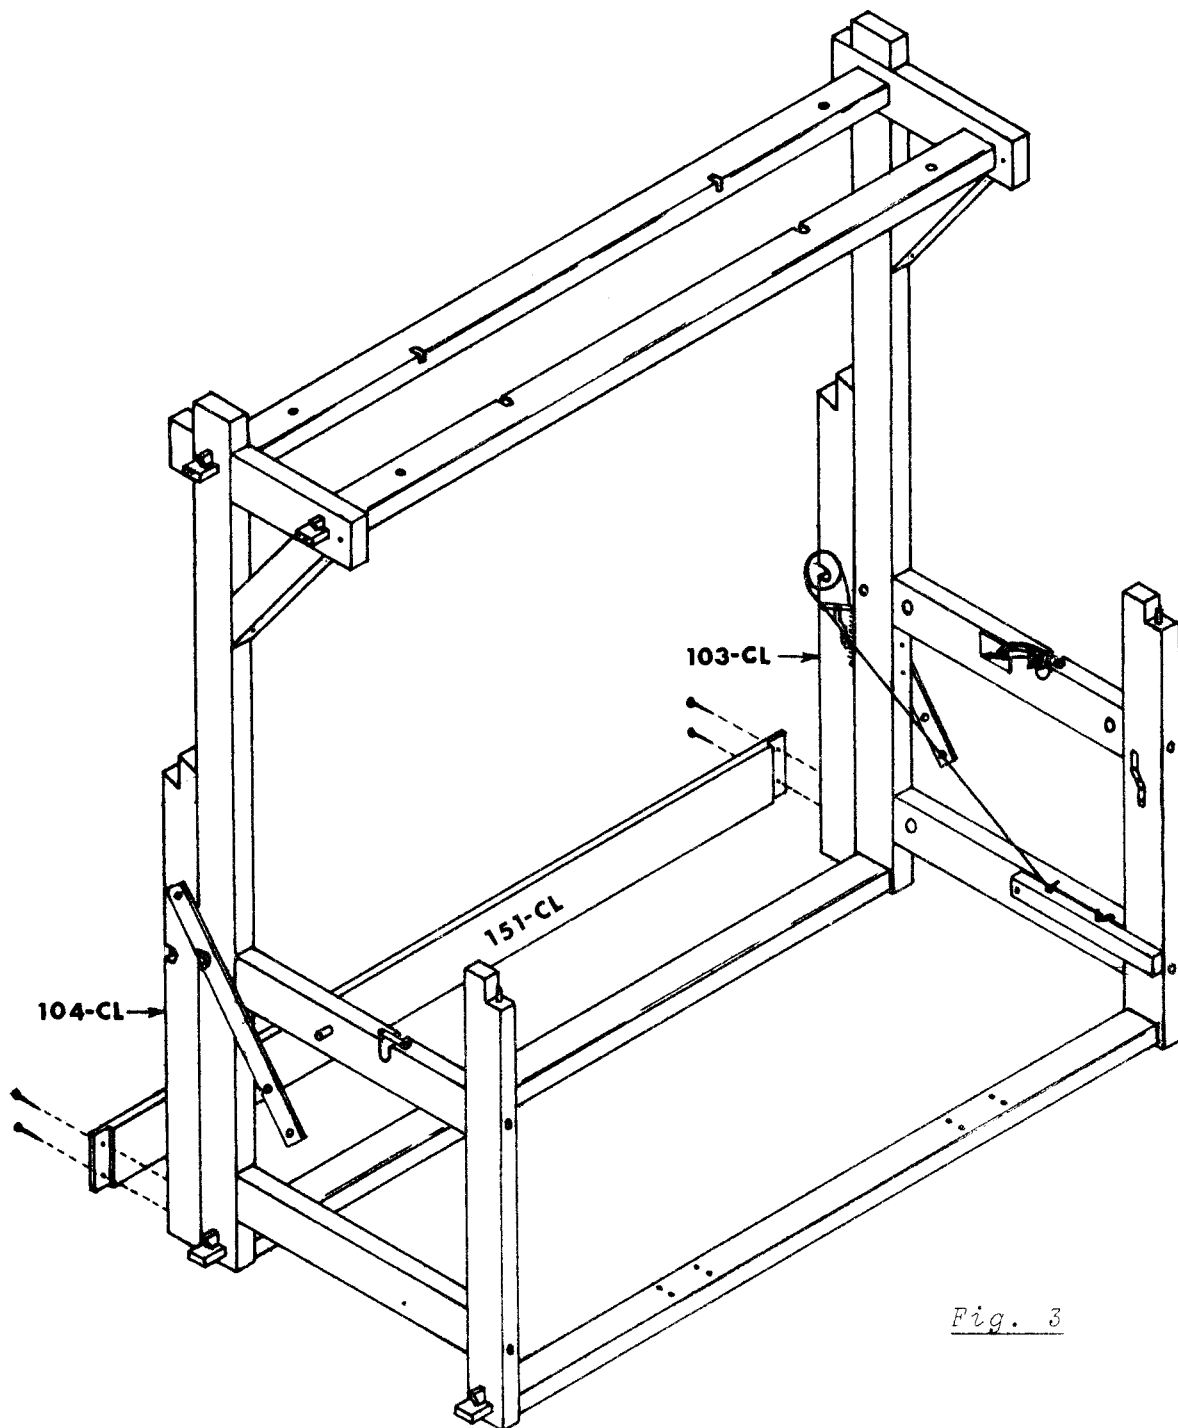

Fig. 3
3. Remettre le métier debout. Visser la planche 151-CL aux montants arrière 103-104-CL avec des vis à tête ronde $1\frac{1}{2}$ " (38 mm) long. (*Fig. 3*)
3. Raise the loom to an upright position. Screw board 151-CL onto rear posts 103-104-CL with round headed $1\frac{1}{2}$ " (38 mm) long screws. (*Fig. 3*)